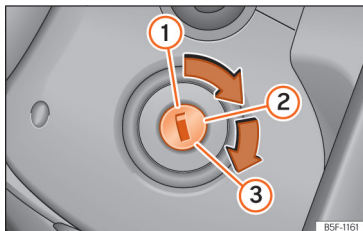

Fig. 83 Fechadura da ignição
- Rode a chave para a posição »» Fig. 83 ②.
- Continue a rodar a chave para a posição »» Fig. 83 ③ sem pressionar o acelerador.
- Quando o motor arrancar, solte a chave. Ao soltá-la, a chave volta para a posição ②.
- *Veículos com fechadura da ignição:* Rode a chave até à posição >>> Fig. 83 .
- *Veículos com botão de arranque:* Pressione brevemente o botão de arranque >>> Fig. 83.